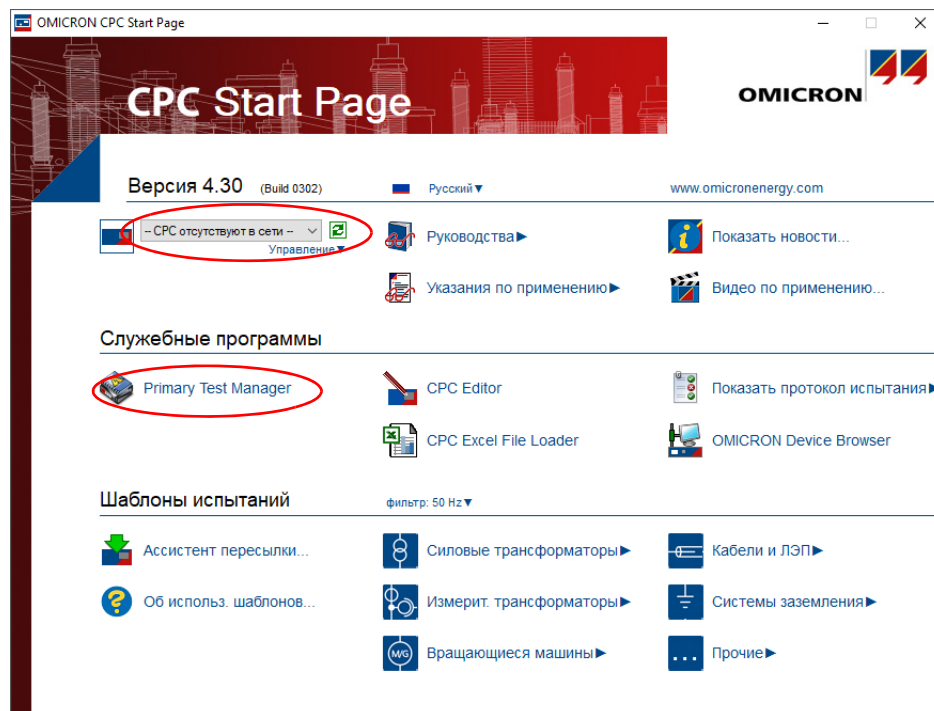

Рис. 3-3: Начальная страница *CPC*
- Чтобы подключиться к CPC 100, выберите нужное устройство в списке на начальной странице CPC (см. рис. 3-3 вверху) или на главной странице ПО PTM.
Ключ расширенной лицензии РТМ хранится в системе *CPC 100*. Необходимо обновить встроенное ПО *CPC 100* на начальной странице СРС (см. раздел Рис. 3-3: «Начальная страница СРС» на стр. 14).